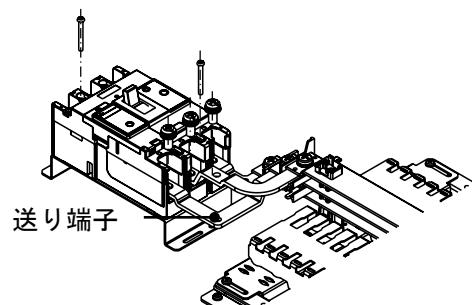

図2
- ③付属のタッピンねじにて主幹ブレーカ(別売)を取り付台に固定し、ブレーカの端子に主幹リードバーを接続してください。(図2)
- ※送り端子から出線が可能です。なお、最大出線サイズは以下の対応表をご確認ください。(図2)